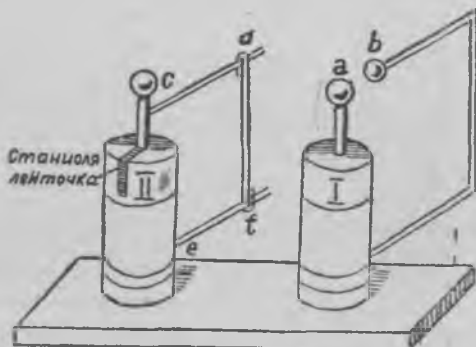

Рис. 141. Электрическойн колебаниян резонанса.
90. Электромагнитнойт аллот. Панемма риннаккай какси лейденскойда банкуа (рис. 141), и виэ ўхтен (I) пийлизах обкладках он ўхтўтеттў проволока петля, кудама лопех шарикках *b*, ми он пиэнен маткан пийс сўдāмизех обкладках ўхтўтеттўх шарикках а.